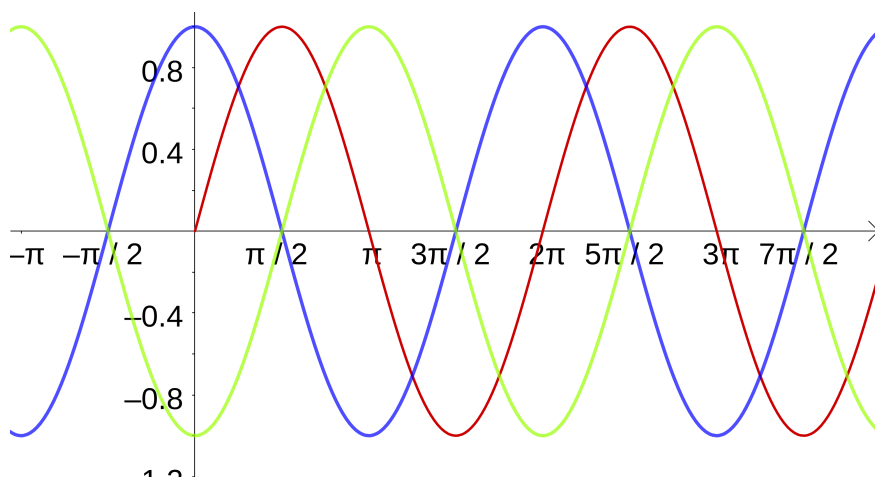

Figura 4.9: Ondas desfasadas
**Ejemplo 4.3.** En la figura 4.9 puede apreciarse la función  $v(t) = \text{sen}(\omega t)$  en color rojo y en color azul la función  $v(t) = \text{cos}(\omega t)$ . Nótese que la forma de onda es exactamente igual al seno, pero con un desplazamiento en el eje horizontal: esto es lo que habitualmente se denomina **desfasaje**. De ese modo, el coseno se podría redefinir como un seno desplazado, o viceversa: